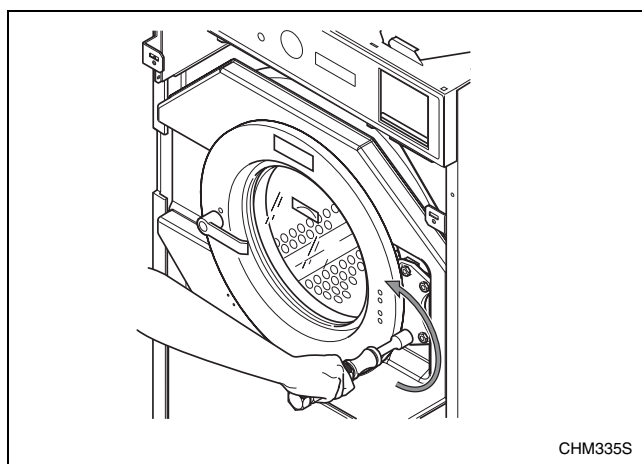

Figura 56
4. Cambie de posición el asidero para permitir que el pasador de seguridad se mueva debidamente. Comience aflojando las tuercas de las bisagras de la puerta con la puerta cerrada y el asidero de la puerta enganchado. Consulte la *Figura 56*.